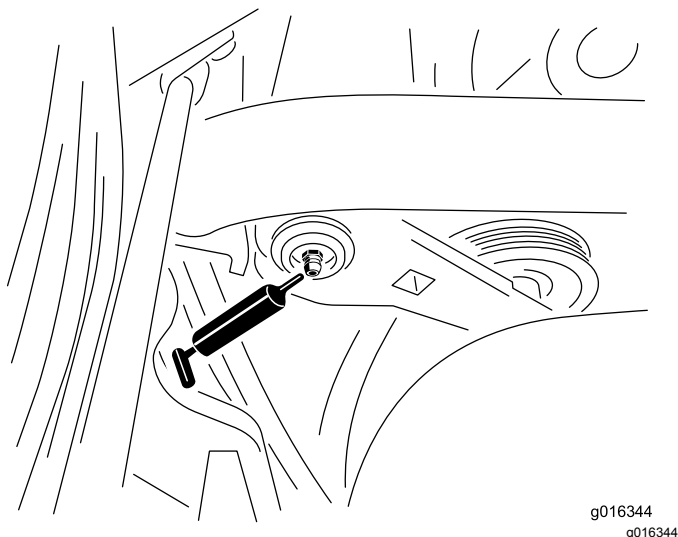

Figure 44
1. Essuyez les graisseurs pour éviter que des impuretés ne pénètrent dans le roulement ou la bague (Figure 44).